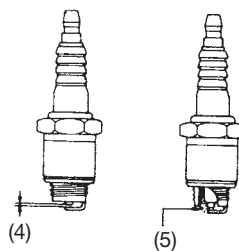

Fig. 10
- 2) Skrap bort kullrester fra tennpluggåpningen. (Standard avstand er 0,60 mm eller 0.023 tommer) (Fig 10)